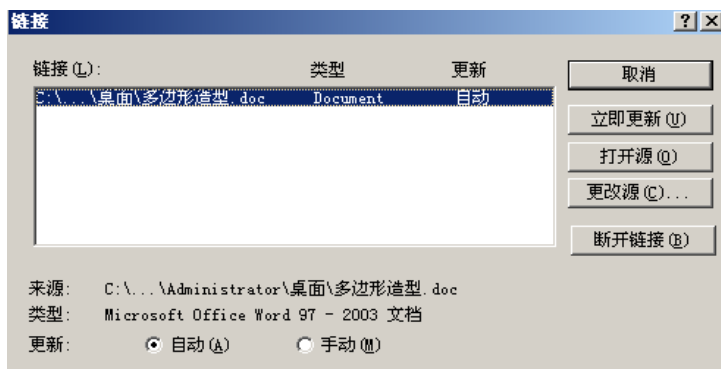
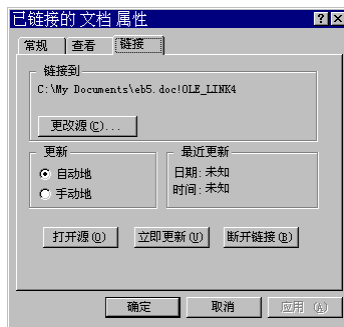

图 5-48 链接对话框
图 5-51 链接对象的属性
(1) 首先用鼠标左键选中以链接方式插入的对象。
(2) 在【编辑】菜单中单击【链接】选项或右击对象, 弹出如图 5-48 所示的对话框。
如果用户选择的对象为链接对象，则对话框中会多一个【链接】标签，如图 5-51 所示。在这个标签中的显示内容和按钮的功能与图 5-48 中的【链接】对话框十分相似。用户可参照前面所介绍的内容。